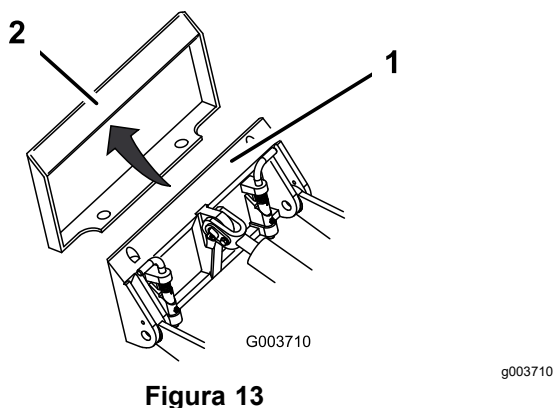

Figura 13
4. Posizionate la piastra di montaggio sul bordo superiore della piastra ricevente dell'attrezzo (Figura 13).